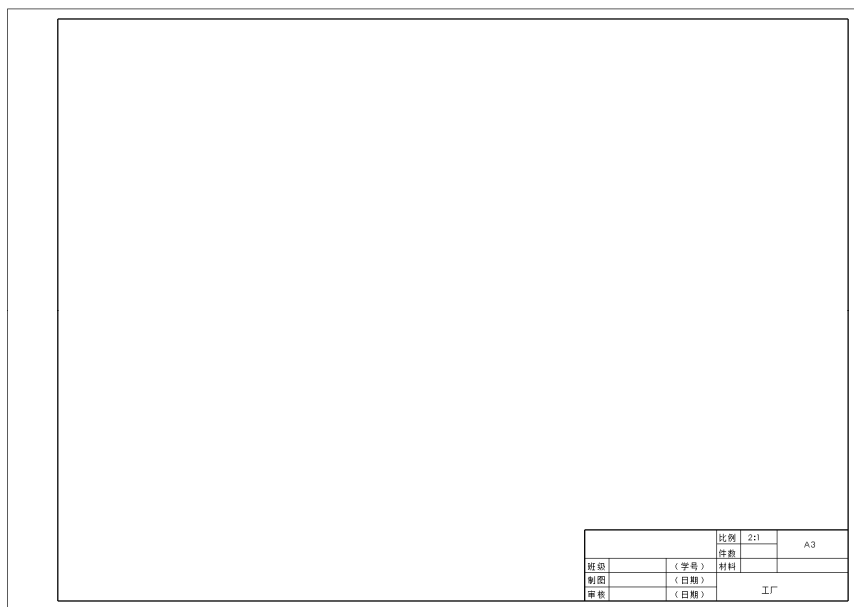

图 8-77 建立一个新的工程图文件
- [4] 单击【确定】按钮，建立一个新的 A3 工程图文件，如图 8-77 所示。